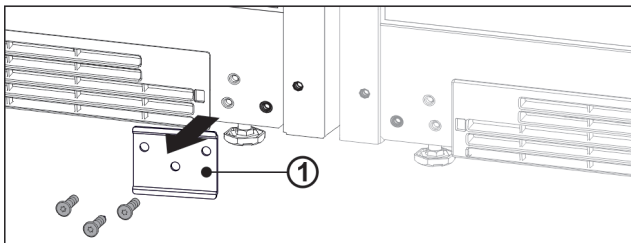

*Fig. 12 Beispielhafte Darstellung*
- ▶ Winkel *Fig. 12 (3)* mit dem Distanzstück zwischen die Geräte und auf die Zapfen schieben. Den Winkel mit vier Schrauben *Fig. 12 (4)* und den zuvor herausgeschraubten Erdungsschrauben *Fig. 12 (14)* abwechselnd rechts und links lose anschrauben.